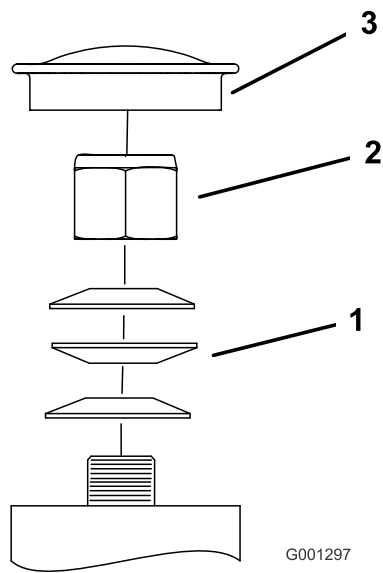

Figura 67
3. Retire el tapón anti-polvo de la rueda giratoria y apriete la contratuercas (Figura 67).
4. Apriete la contratuercas hasta que las arandelas de muelle estén planas, luego afloje la contratuercas 1/4 de vuelta para establecer la pre-carga correcta de los cojinetes (Figura 67).
5. Coloque el tapón anti-polvo (Figura 67).
Importante: Asegúrese de que las arandelas de muelle están correctamente instaladas, según se muestra en Figura 67.